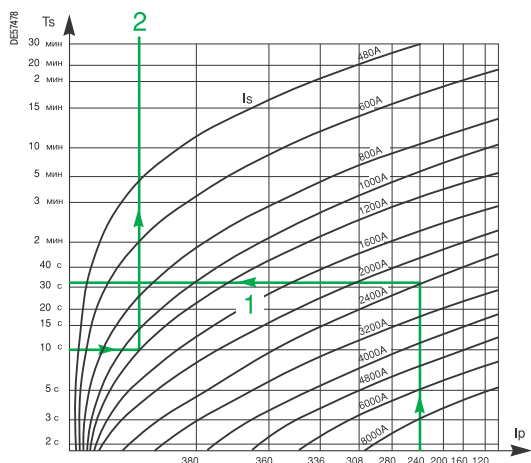

Рис. 2
- кратковременный режим: зная величину установившегося тока Ir, мы определяем максимальную длительность Ts выброса тока Is при помощи графика 1 (рис. 2);